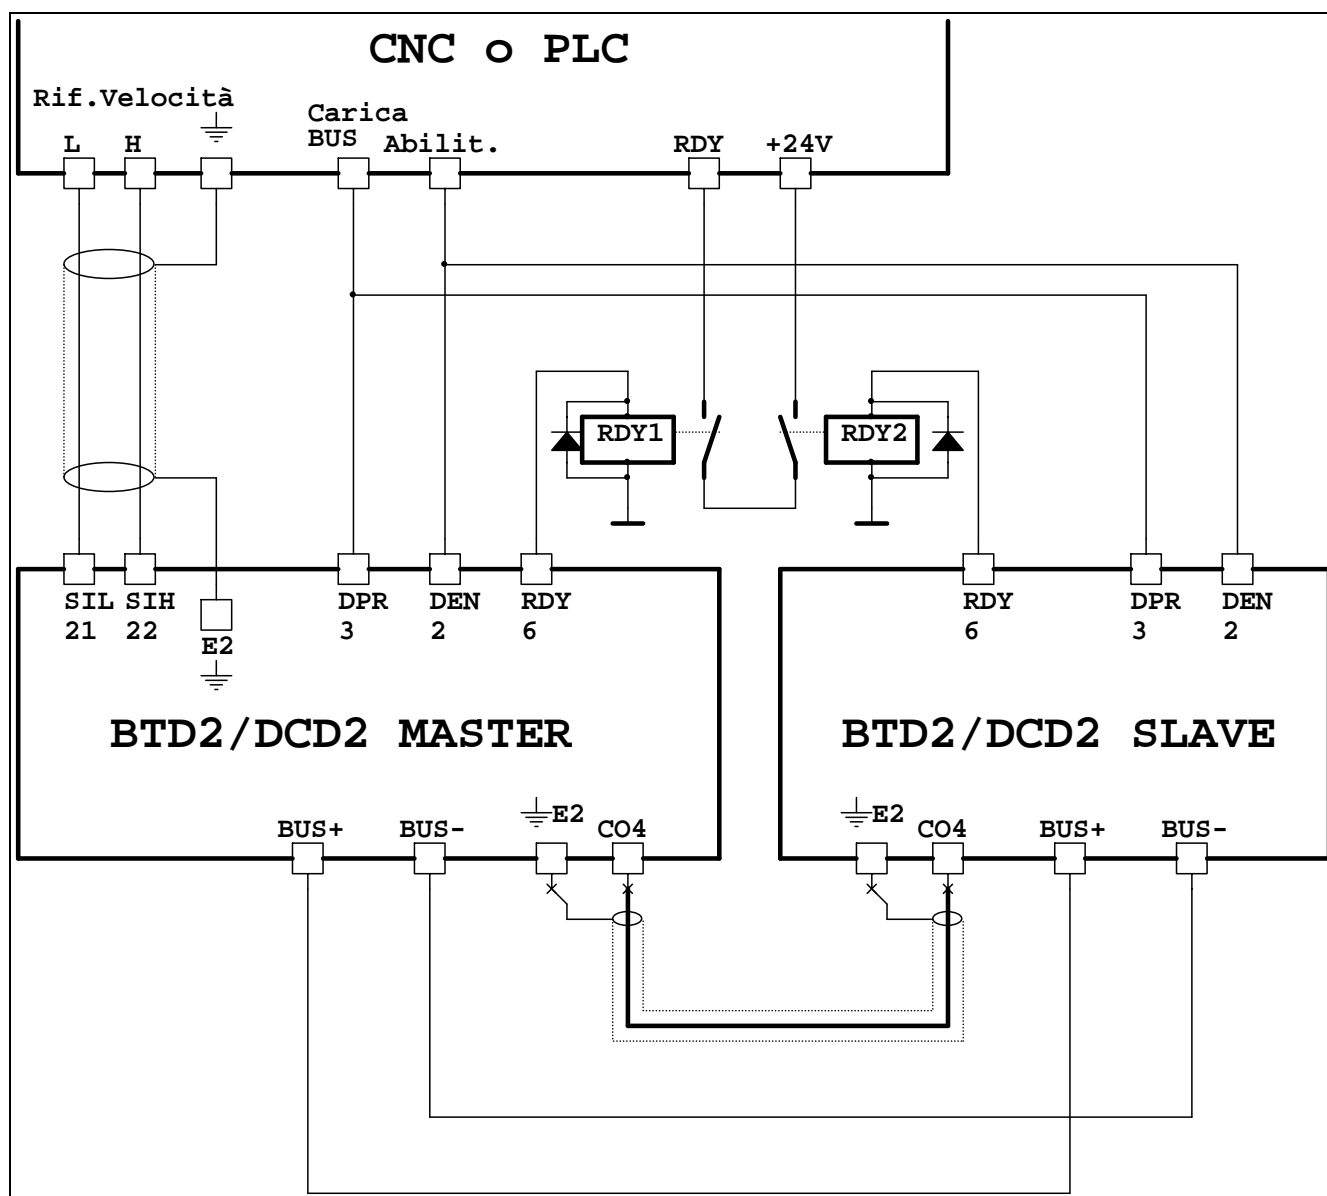

Figura 17
Perciò bisognerà effettuare le connessioni indicate nella Figura 14 o nella Figura 15 per quanto riguarda le connessioni “standard” (motore, trasduttore di velocità, alimentazione, comandi, opzioni); bisognerà seguire le indicazioni della Figura 17 per quanto riguarda la realizzazione di questa funzione speciale.
I due convertitori (Master e Slave) devono essere visti dall'unità di comando (CNC o PLC) come un'unica unità, in modo che se uno dei due convertitori va in allarme, anche l'altro deve fermarsi. Per questo motivo le uscite digitali “Ready” dei due convertitori sono collegate come indicate nella Figura 17; se si utilizza un PLC, è possibile non utilizzare i due relè indicati come “RDY1” e “RDY2” in figura, ma collegare le due uscite digitali direttamente agli ingressi digitali del PLC e realizzare il circuito equivalente (cioè la serie dei contatti aperti) all'interno del software.
4. Eseguire il collegamento tra i convertitori come descritto nella Figura 17.
5. Dare i comandi di “precarica bus” (DPR) e “abilitazione” (DEN) contemporaneamente ad entrambi i convertitori, come rappresentato in Figura 17.
6. Realizzare con logica hardware (relé) o software (programma PLC), la serie delle uscite “ready” (RDY) dei convertitori in modo che se uno dei due va in allarme, provochi l'arresto anche dell'altro, come rappresentato in Figura 17.